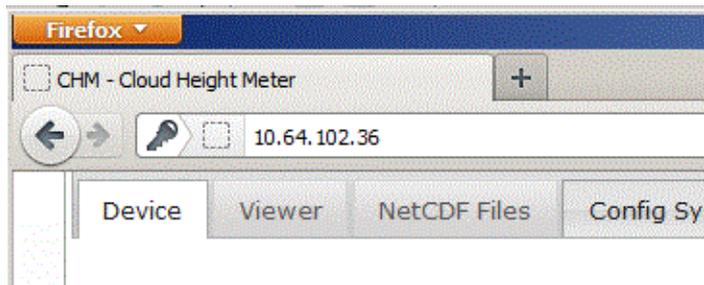

Abbildung 17 Ansicht des Firefox-Browsers mit einer Verbindung mit dem CHM 15k (hier: feste IP-Adresse).
Eine der drei IP-Adressen kann zur Kommunikation mit dem Gerät in einen Webbrowser (siehe Abbildung 17) eingegeben werden. Abbildung 22 zeigt die Registerkarte "Config Network" im Internetbrowser Firefox. Das Ändern der Benutzer-IP-Adresse (3) erfordert eine Superuser-Berechtigung in der Registerkarte „Device“.